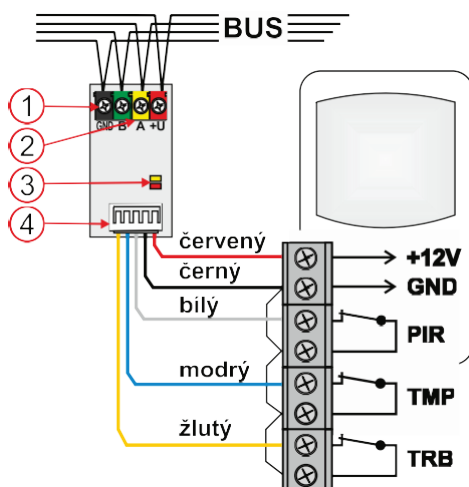

Рисунок 1: Описание внутренних частей изделия и подключение проводов модуля
2. Подключите провода к датчику (согласно рис. 1).